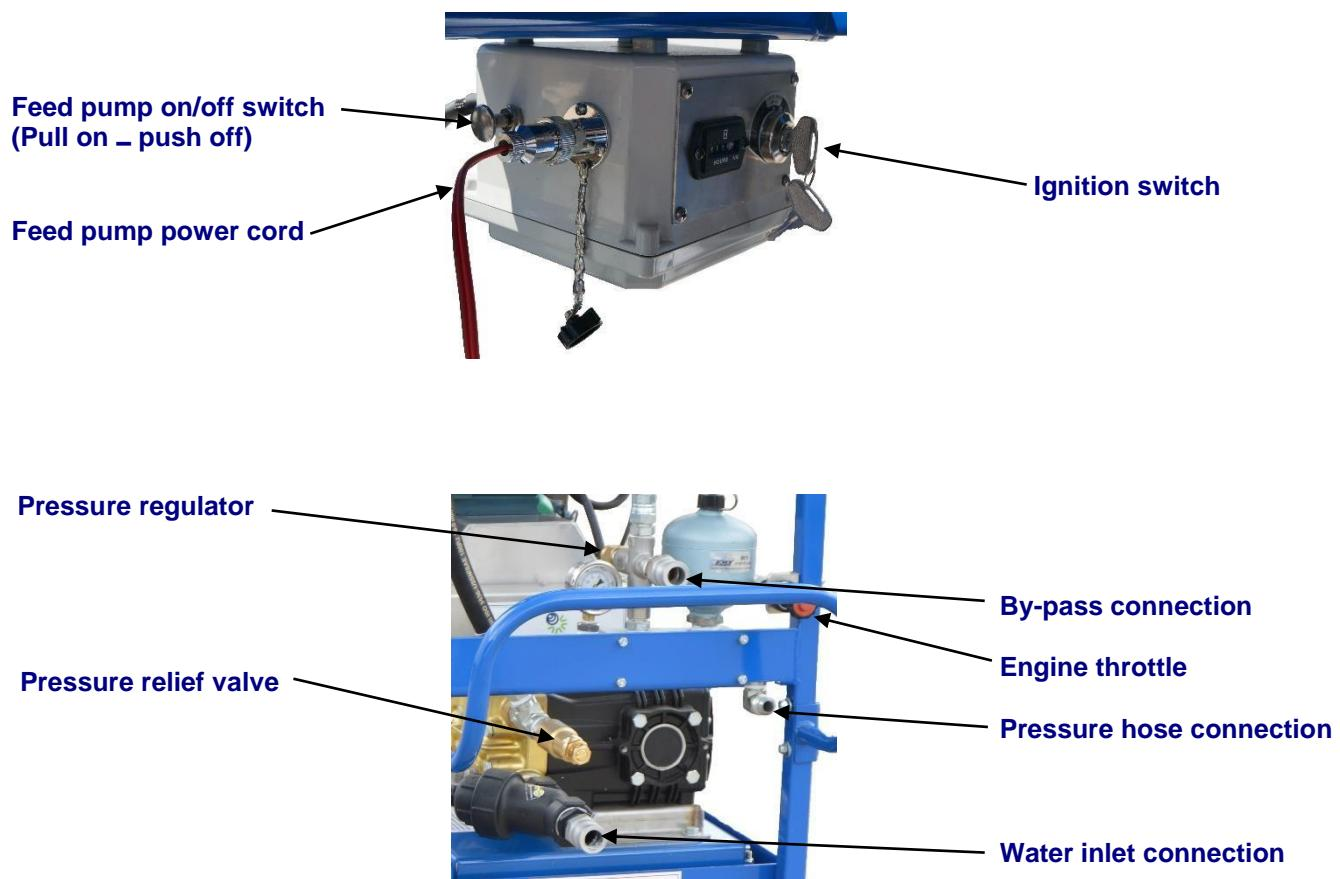

Figura 2.2 – CaviBlaster® 1625-D Conexões de caixa de ignição e mangueira
| Figura 2.2 - Ligações de mangueira e caixa de ignição CaviBlaster® 1625-D | 8 |
- 5) Conecte a mangueira de derivação (veja Figura 2.2)
- 6) Conecte a mangueira de pressão (veja Figura 2.2)
A conexão de entrada de água de alimentação está localizada no painel de controle (veja Figura 2.2). Uma bomba de água elétrica submersível é fornecida para fornecer pressão positiva da água de entrada para a bomba de pressão principal. Duas condições de abastecimento de água são aceitáveis para a unidade de potência CaviBlaster®.
- Desligue a ignição do motor (veja Figura 2.2).
- Conecte a tomada de bloqueio de câmera na mangueira de alimentação de PVC transparente de 1-1 / 4 "na conexão de entrada de água (veja Figura 2.2).
- Conecte a ficha elétrica do cabo de alimentação da bomba de alimentação ao receptáculo correspondente (veja Figura 2.2).
- Conecte uma mangueira à conexão bypass (veja Figura 2.2).
- Puxe a chave de ligar / desligar da bomba de alimentação para fora para ativar a bomba de alimentação (ver Figura 2.2).
- Conecte uma tomada de trava de câmera de 1-1 / 4 "na mangueira de abastecimento de água à conexão de entrada de água (veja Figura 2.2).